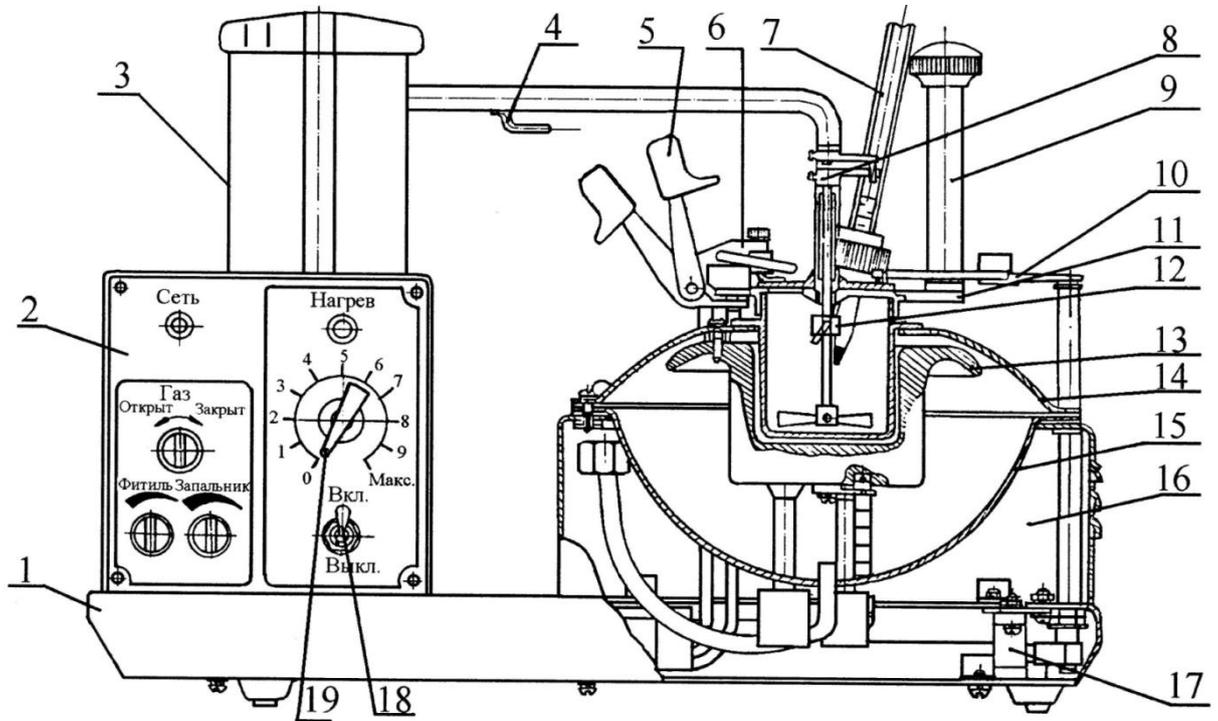

Рисунок 4- Аппарат ТВЗ
4.6. Конструктивно аппарат (рисунок 4) представляет собой два блока, смонтированных на общем основании 1. Слева расположен блок управления 2.
Справа от блока управления расположен термоблок 16 (рисунок 4), в корпусе которого смонтированы: воздушная баня 13, с встроенным нагревательным элементом, верхний 14 и нижний 15 отражатели. В воздушную баню устанавливается тигель с крышкой 11 и термометром 7. К крышке тигля крепится прижим 5, на котором расположено зажигательное устройство 6. На крышке тигля расположена ручка 9, которой осуществляется открытие и закрытие заслонки, опускание фитиля в открытое окно крышки, а также управление работой мешалки 12 через поводок 10 и магнитоуправляемый контакт (зеркон) 17.
Взять за рукоятку поворота привода мешалки 3 (рис.4) левой рукой. Большим пальцем левой руки нажать на кнопку фиксатора положения привода мешалки. Повернуть рукоятку против часовой стрелки (если смотреть на аппарат сверху) до упора.
11.3 Для испытания нефтепродуктов в лабораториях, где нет газовой сети, можно воспользоваться масляным фитильным зажигательным устройством, входящим в комплект аппарата. Отвинтить винты газового устройства 5 и снять его (рисунок 4). Установить на его место масляное фитильное устройство с фитилем предварительно смоченным в гарном или машинном масле с добавлением растительного (суренного или подсолнечного) для того, чтобы температура вспышки заправленного масла была ниже температуры вспышки испытуемого нефтепродукта. Пламя отрегулировать так, чтобы форма его была близка к шару диаметром 3–4 мм.